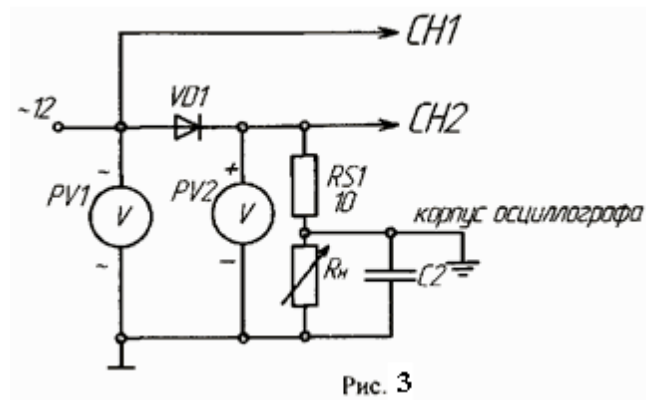

Рис. 3
4) Включить конденсатор $C2$ параллельно сопротивлению нагрузки (рис. 3); снять осциллограммы напряжения на диоде U_a и анодного тока I_a . Снять осциллограмму напряжения на нагрузке U_n , переключив корпус осциллографа на общий провод, не забудьте определить масштабы по току и напряжению;